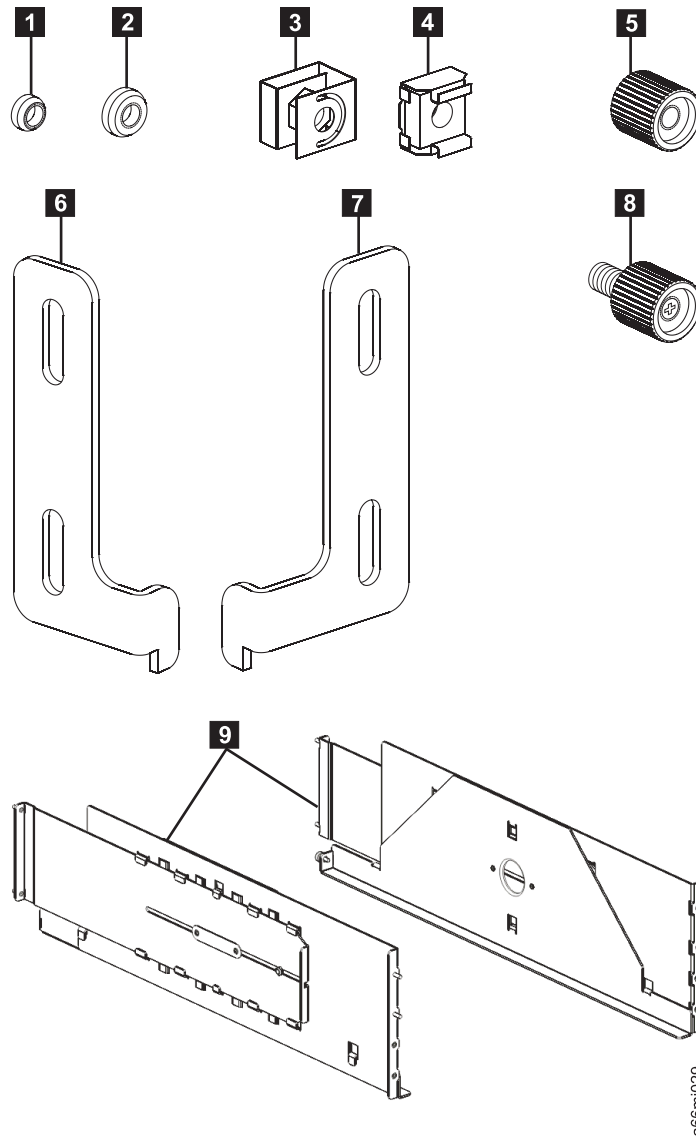

Figura 3-3. Hardware do Kit de Montagem em Rack (peças não dimensionadas proporcionalmente na figura)
16	Porcas de centralização: <ul style="list-style-type: none"> • 8 para racks com orifícios redondos (1 na Figura 3-3) • 8 para racks com orifícios quadrados (2 na Figura 3-3)
8	Porcas de aperto manual pretas (5 na Figura 3-3)
2	Alças do Rack (6 e 7 na Figura 3-3):
4	Parafusos da alça do Rack (8 na Figura 3-3):
2	Trilhos (9 na Figura 3-3)
8	<p>Porcas de Retenção/Prisioneiras:</p> <ul style="list-style-type: none"> • 4 porcas de retenção para racks com orifícios redondos (3 na Figura 3-3 na página 3-5) • 4 porcas prisioneiras para racks com orifícios quadrados (4 na Figura 3-3 na página 3-5)
2	Alças do Rack (6 e 7 na Figura 3-3 na página 3-5):
4	Parafusos da alça do Rack (8 na Figura 3-3 na página 3-5):
Os trilhos (**9** na Figura 3-3 na página 3-5) no Kit de Montagem em Rack requerem cinco EIAs de espaço vertical do rack e são instalados nos cinco EIAs mais baixos do local do rack selecionado para a biblioteca.
3. Para uma biblioteca 14U, instale porcas de retenção (**3** na Figura 3-3 na página 3-5) para trilhos de rack verticais com orifícios redondos ou porcas prisioneiras (**4** na Figura 3-3 na página 3-5) para trilhos de rack verticais com orifícios quadrados nos trilhos de rack frontais nas seguintes posições:
1. Encolha o trilho (**9** na Figura 3-3 na página 3-5).
- Utilize as porcas de centralização de orifício redondo (**1** na Figura 3-3 na página 3-5) para trilhos de rack verticais com orifícios redondos.
- Utilize as porcas de centralização de orifício quadrado (**2** na Figura 3-3 na página 3-5) para trilhos de rack verticais com orifícios quadrados.
- b. Coloque uma porca de aperto manual (**5** na Figura 3-3 na página 3-5) em cada pino e aperte-a.
- c. Coloque os parafusos (8 na Figura 3-3 na página 3-5) nos slots na alça do rack da direita (7 na Figura 3-3 na página 3-5) e os aperte.